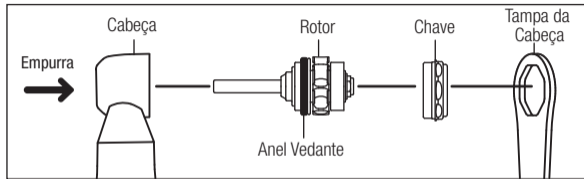

Fig. 12
- Certifique-se de que o anel vedante (Fig. 12) está colocado corretamente no rotor.